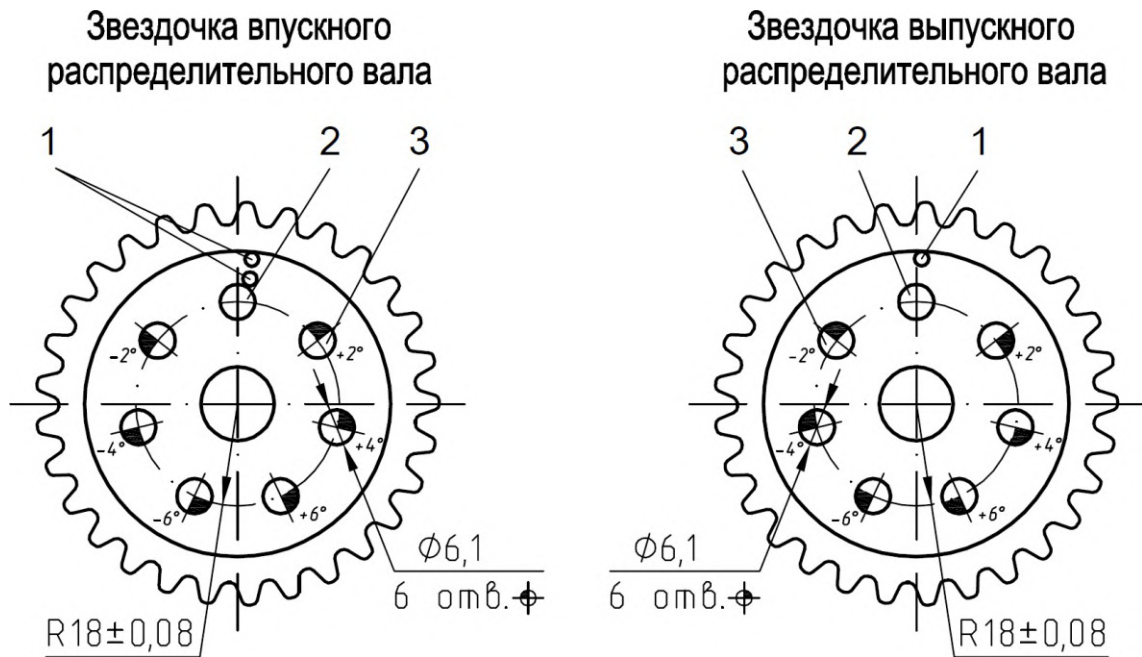

Abb. 106. Zusätzliche Passbohrungen in den Sternrädern:
5. Anhand der am Nocken des Nockenwellenrads angebrachten Schablone sind je nach Art des Nockenwellenantriebs in jedes Nockenrad sechs zusätzliche Bohrungen 3 (Abb. 106) $\phi 6,1$ mm und Winkelversätzen von $\pm 2^{\circ}30'$, $\pm 5^{\circ}$ und $\pm 7^{\circ}30'$ für den Antrieb der Nockenwellen mit Buchsenketten und $\pm 2^{\circ}$, $\pm 4^{\circ}$ und $\pm 6^{\circ}$ für den Antrieb der Nockenwellen mit Zahnketten, gemessen von der Nennposition der werkseitigen Bohrung 2. Dabei sind die drei zusätzlichen Bohrungen, die im Uhrzeigersinn versetzt sind, positiv, die drei anderen, die gegen den Uhrzeigersinn versetzt sind, negativ, wenn man das Ritzel von der Seite der Markierung(en) 1 betrachtet.